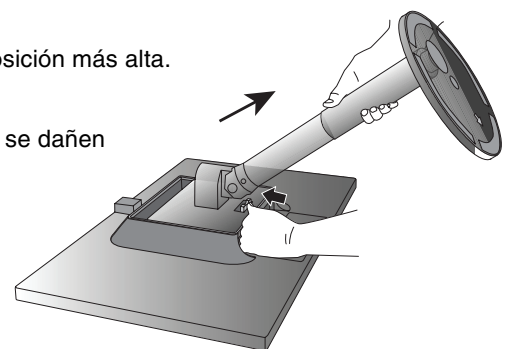

Figura S.1
3. Sitúe el monitor boca abajo en una superficie no abrasiva (**figura S.1**).
4. Coloque una mano alrededor del soporte y otra en el botón de aflojamiento rápido. Presione el botón de aflojamiento rápido en la dirección indicada por las flechas (**figura S.1**).
5. Levante el soporte para soltar el corchete de la parte superior y retírelo (**figura S.1**).